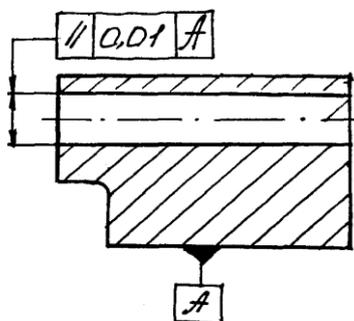

Рисунок 2
5. Техническое требование (рис. 2), указанное на чертеже обозначает допуск